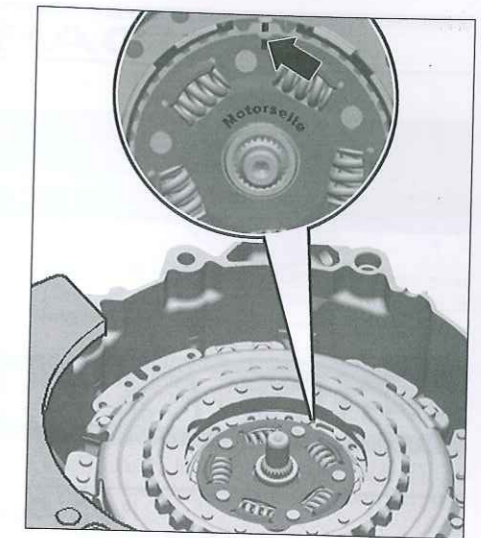

Fig. 13
- Colocar el anillo de freno del cubo (Fig.13).